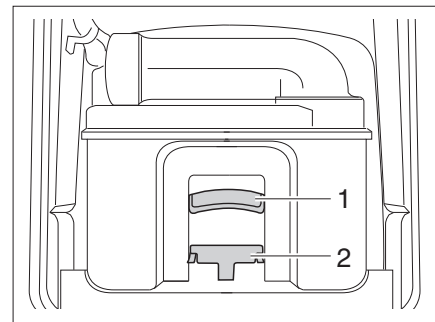

Bild 144 Thetford-Kassette
- Haltebügel (Bild 144,2) nach vorne ziehen um die Toiletten-Kassette zu entriegeln und Kassette am Griff (Bild 144,1) herausziehen.